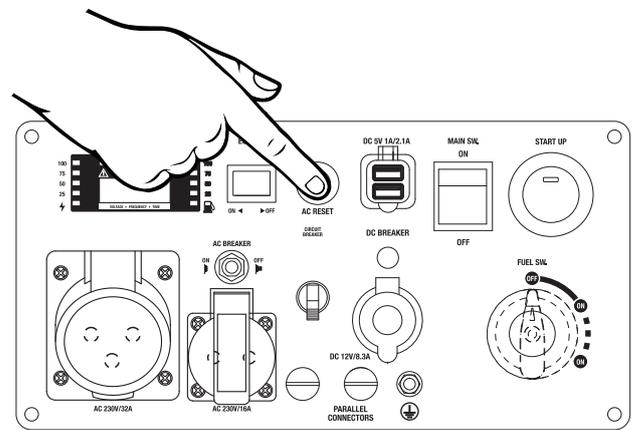

Figura 7: presione el disyuntor de reinicio
3. Presione el disyuntor de reinicio para reiniciarlo (vea la figura 7).